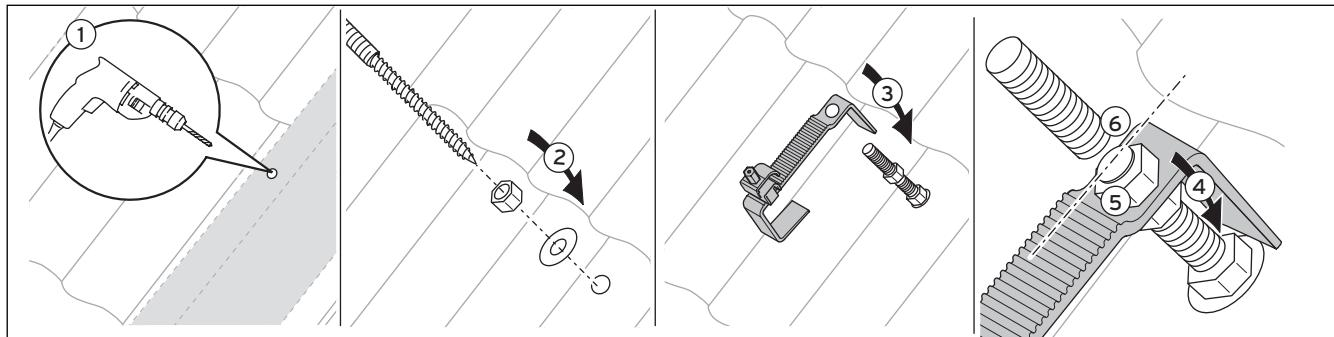

Рис. 5.8 Крепление резьбовыми шпильками
- Соедините монтажные планки и закрепите их захватными элементами на кровельных анкерах (ср. рис. 5.8).